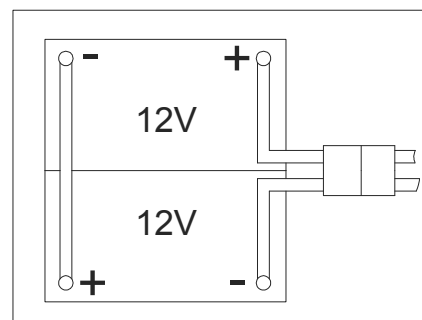

Figura 3
La máquina requiere dos baterías de 12 V, conectadas según el diagrama (Figura 3).
7. Abra la tapa del depósito de recogida (1) y compruebe si el depósito de recogida (25) está vacío; de lo contrario vacíelo mediante la manguera de desagüe. (22)
8. Cierre la tapa del depósito de recogida (1).
9. Vuelque el depósito de recogida con cuidado (25).
11. Pase e instale el cable de las baterías como se indica (en la Figura 3), luego apriete cuidadosamente la tuerca en cada uno de los terminales de la batería.
12. Coloque la tapa protectora en cada terminal, a continuación, conecte el conector de la batería (38).
13. Baje con cuidado el depósito de recogida (25).